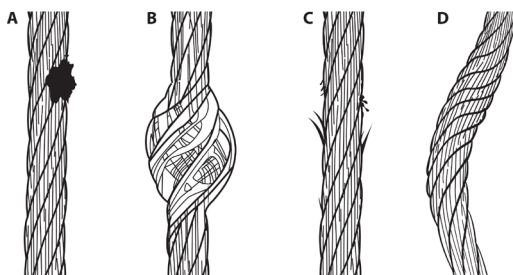

Figure 9 : inspection du câble
Extrayez tout le câble et vérifiez sur toute la longueur de travail s'il n'y a pas de dommages causés par une corrosion chimique ou une chaleur excessive, comme en témoignent la décoloration (A), la cage à oiseaux (B), les brins de fil cassés (C), les plis et les brins courbés (D), voir la figure 9. Le câble devrait se rétracter complètement sans vaciller et devrait rester tendu sous tension sans s'affaisser.
Utilisez le tableau 6 : Procédures à suivre pour l'inspection du câble du DAR. Voir la figure 9 pour des exemples de câbles endommagés.